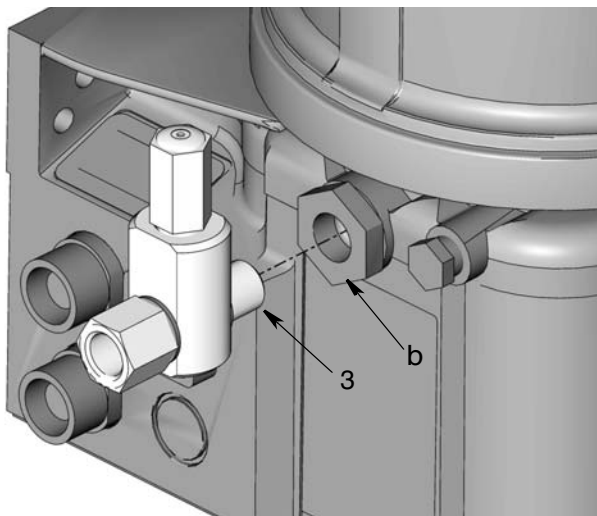

FIG. 4
6. Installer le boulon banjo (3) dans l'élément de la pompe (b) (FIG. 4).